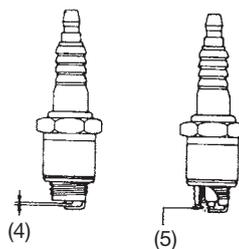

Fig. 10
- (2) Skrab soden af tændrørsåbningen. (Standardåbningen er 0,60 mm el. 0,023 in.) (Fig. 10)
- (3) Rens cylinderens udstødningsåbning og dæmper. Fjern splinter eller støv, der er kommet ind i cylinderdæksel eller ventilator. (Det kan ellers forårsage problemer som fx overophedning.)
- (4) Efterse omhyggeligt, om der er brændstof- eller olielækage.
- (5) Kontrollér alle møtrikker, bolte, skruer, etc. om de er strammet.
- (6) Da koblingsskoene slides efter længere tids brug, bør de kontrolleres regelmæssigt.